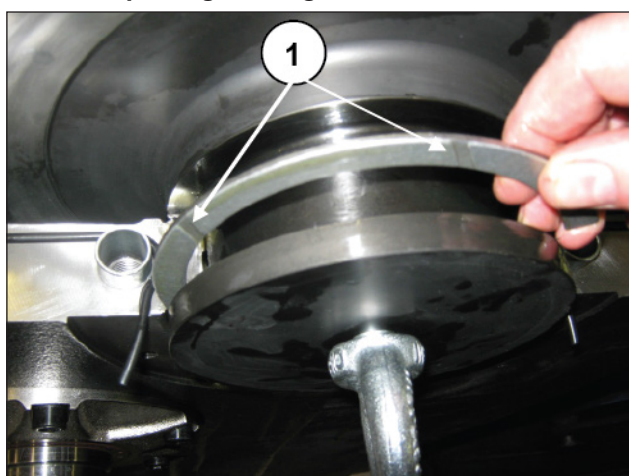

Fig. 101
**Les bagues de butée doivent être montées en positionnant les gorges de lubrification vers les butées intérieures et extérieures du vilebrequin (rep. ①, Fig. 99 et Fig. 101).**